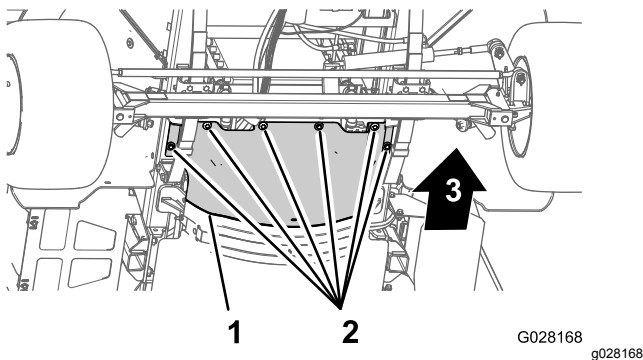

Figure 58
3. Retirez les 6 boulons à tête hexagonale et les 6 rondelles qui fixent l'écran pare-chaueur avant au châssis et déposez l'écran (Figure 58).